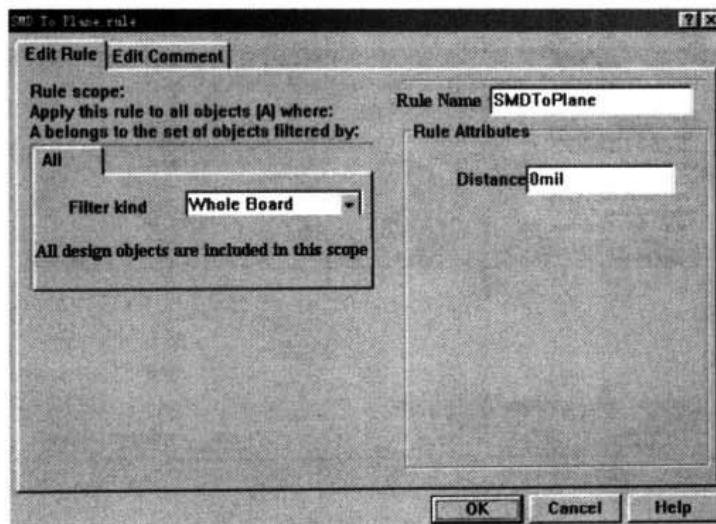

图 10-93 SMD To Plane rule 设置对话框
- SMD To Plane Constraint: SMD 到地电层的距离。该规则设置从 SMD 元件表面到电源层上过孔或焊盘的导线的最小长度。该规则的 SMD To Plane Rule 设置对话框，即如图 10-93 所示。在 Distance 处，输入设置值。